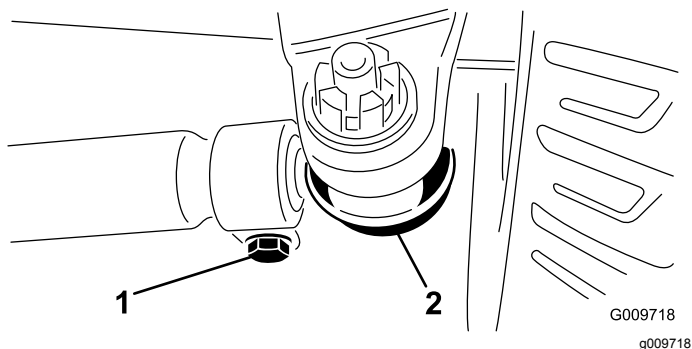

Figura 62
2. Para ajustar, remova o perno de gancho e a porca de cada uma das rótulas da barra de ligação (**Figura 62**). Remova a rótula da barra de ligação do suporte do eixo.
3. Desaperte as abraçadeiras que estão em ambas as extremidades das barras de ligação (**Figura 62**).
4. Rode a rótula desligada para dentro ou para fora uma (1) volta completa e aperte o grampo na extremidade solta da barra de ligação.